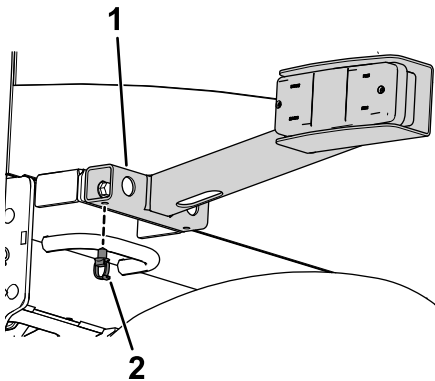

Figura 17
8. Inserite una clip di fissaggio nel foro posteriore della luce posteriore destra (Figura 17).